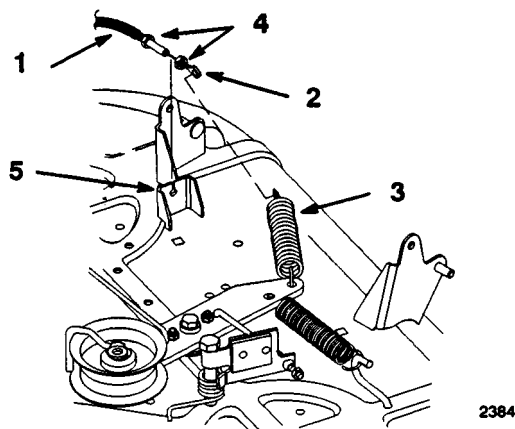

Figure 46
deuxième écrou de blocage sur le câble (Fig. 46).
11. Accrocher l'extrémité du câble de commande des lames (PDF) sur le ressort de tension (Fig. 46).